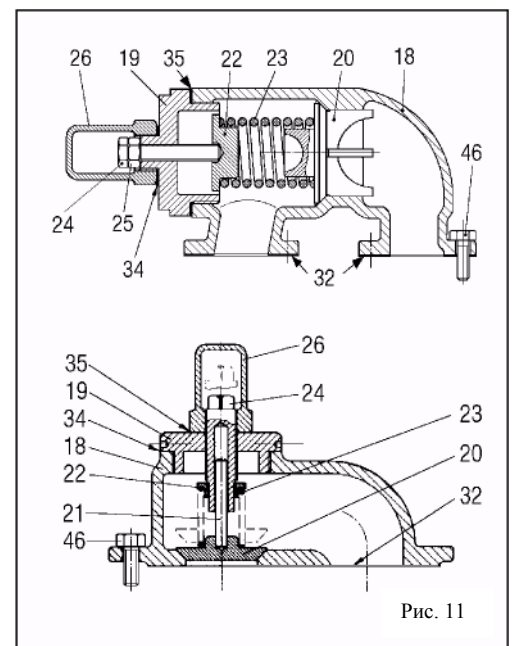

Рис. 11
- Если насос оснащен перепускным предохранительным клапаном (рис. 11) его не обязательно демонтировать. Если, однако, перепускной предохранительный клапан также требует обслуживания, отвинтите винты (46), и удалите его, заботясь, чтобы не повредить прокладку(ки) (32). Если прокладки повреждены, их необходимо заменить.
- Если насос оснащен подогреваемым кожухом на передней крышке (обозначение опции +R2 (07), он снимается с передней крышки как только удалены винты (43), см. рис. 11.